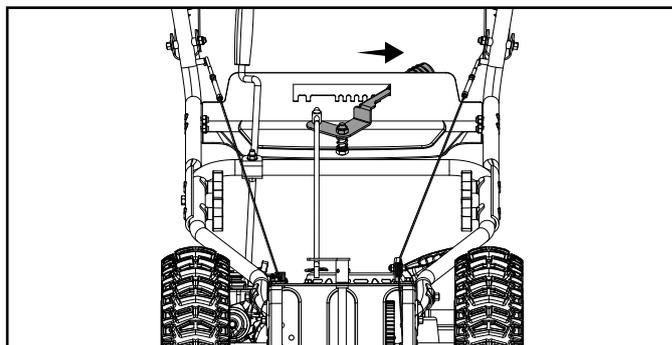
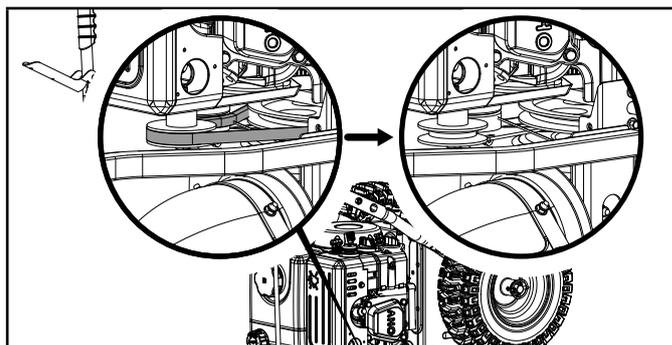

Figure 31A
Figure 31B
6. Faites glisser la poignée de réglage de la vitesse vers la droite (figure 31A) et retirez la courroie lâche en la coupant ou toute courroie restante pièces si la courroie est déjà cassée (figure 31B). Si vous coupez la courroie, faites attention au bras et à la poulie de tension comme ils sont à ressort et pourraient causer des blessures lorsque la courroie est coupée.